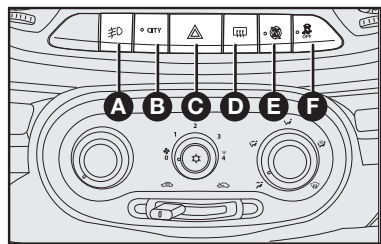

fig. 72
## BOTÕES DE COMANDO - fig. 72
**C** - Botão com indicação de função para ligar/desligar as luzes de emergência **fig. 72**.